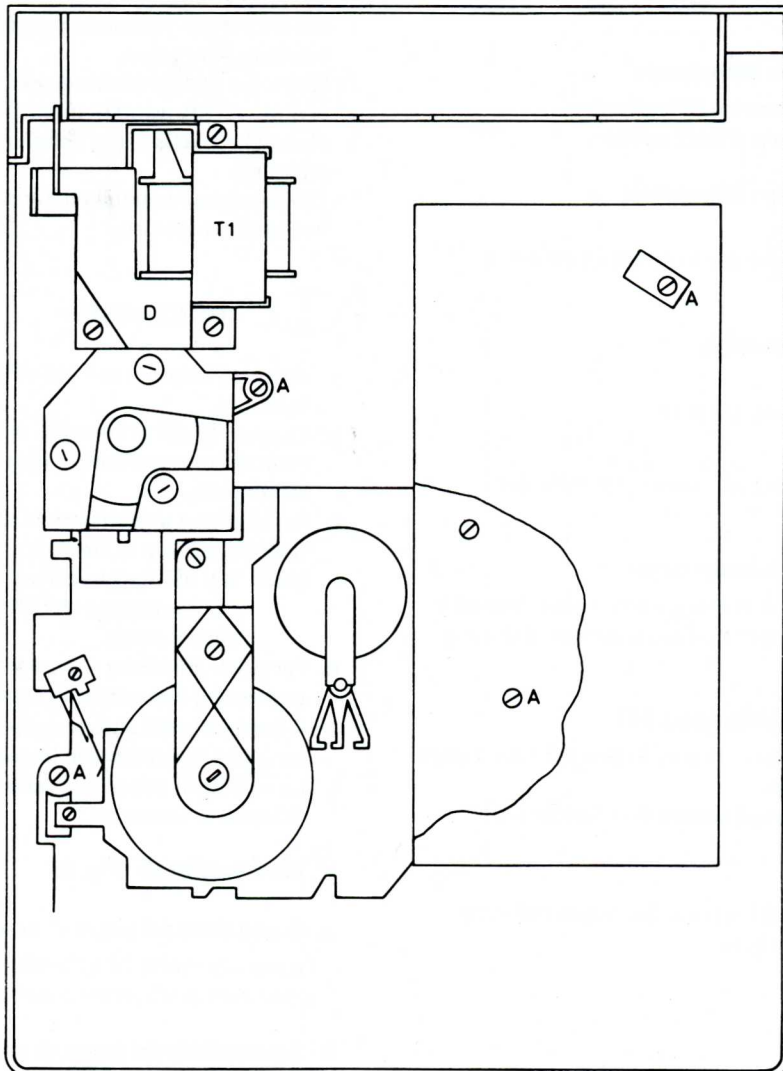

Fig. 1
#### AUSBAU, Fig. 1
- Wenn die vier Befestigungsschrauben A (Fig. 1) entfernt sind, kann das Laufwerk mit Printplatte herausgenommen werden.
- Quando le viti di fissaggio A (Fig. 1) sono tolte, il meccanismo così come la piastra stampata potranno essere tolti.